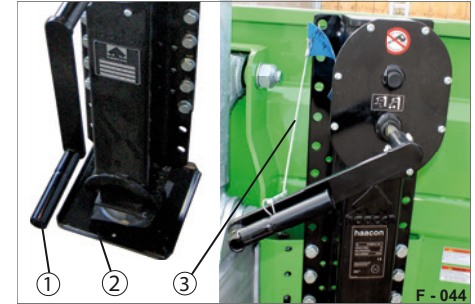

Abb. 25 Stützfuß eingefahren
- ▶ Sichern Sie die Handkurbel mit dem Sicherungsseil (Abb. 25/3).
- ▶ Kurbeln Sie den Stützfuß (Abb. 25/2), im Schnellgang komplett hoch.
- ▶ Legen Sie das Sicherungsseil (Abb. 25/3) um die Handkurbel und sichern Sie diese mit dem Haken.